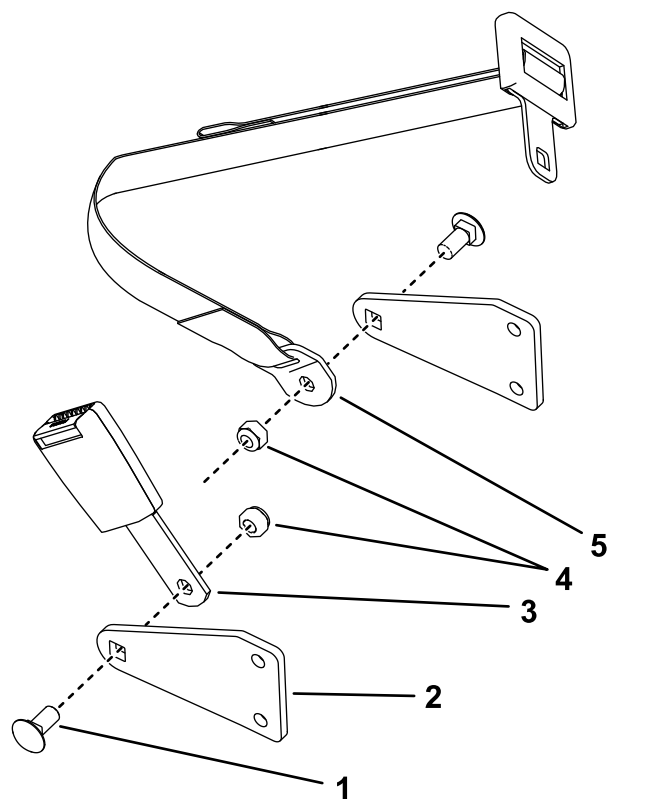

Figura 9
1. Montate la fibbia e il timone della cintura di sicurezza all'interno delle relative staffe con 2 viti a testa tonda (7/16" x 1") e 2 dadi di bloccaggio (7/16"), come illustrato nella Figura 9.